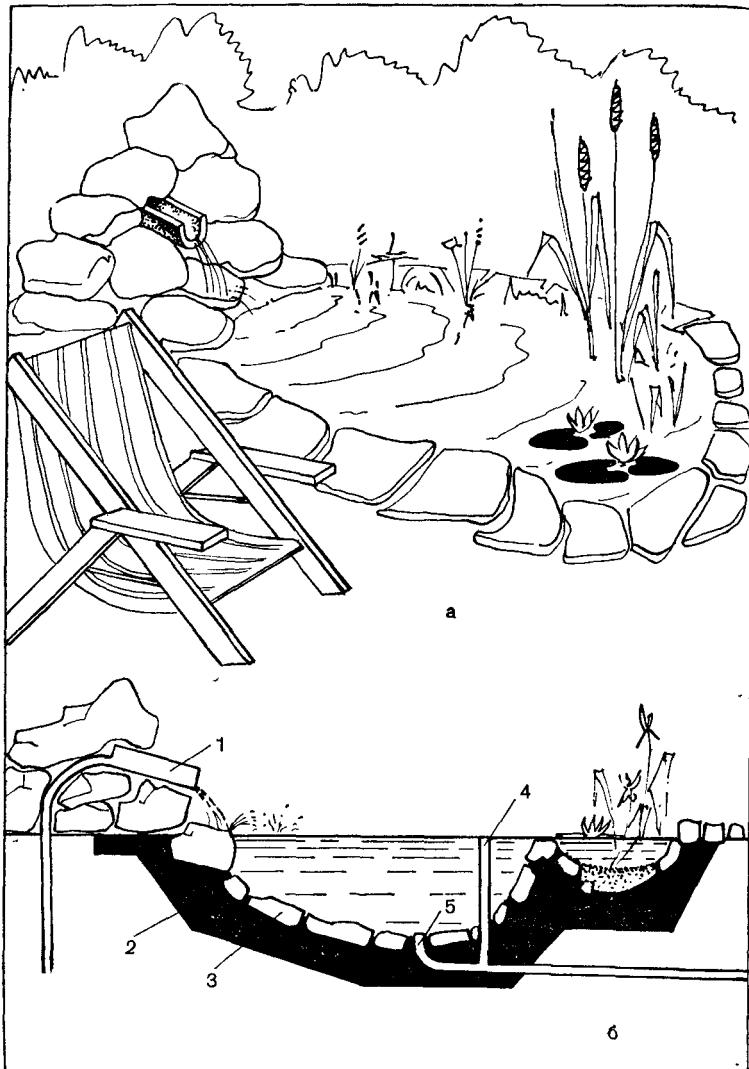

Рис. 194. Декоративный бассейн:
**Декоративный бассейн** (рис. 194) украсит зону отдыха любого усадебного участка. Он не обязательно должен быть большим. Вполне достаточной будет площадь 1,5—2 м2 при глубине от 200 до 500 мм.